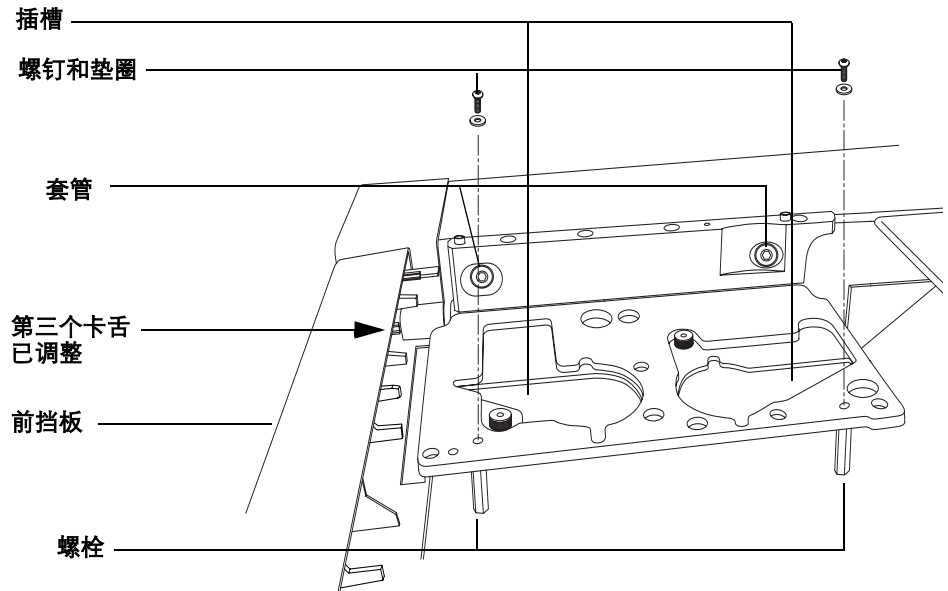

图 5 安装进样器支架
1 找到柱箱门上方前挡板后面的塑料卡舌。调整左数第三个卡舌，使其与挡板后边缘齐平（图 5）。
- 3 如果没有螺栓，请将两个螺栓装在 GC 顶端。（图 5）
- 4 如果有分流 / 不分流进样口，则装上进样口螺帽，并将细管向下弯，靠近柱箱顶部。检查新的进样器支架。进样口管必须在新支架 下方，并且靠近装配支架上切入的插槽（请参阅图 5）。
- 5 安装进样器支架，方法是插入支架，使其穿过侧边套管，正好放在螺栓上方（请参阅图 5）。
- 6 装上两对螺钉和垫圈，使其穿过支架装入螺帽中，稍微固定住支架即可（请参阅图 5）。请勿将螺钉拧紧。